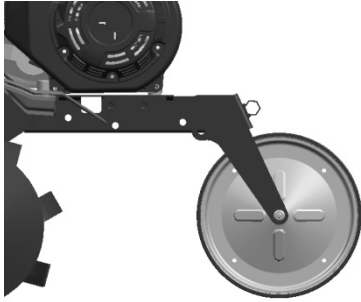

Figure 15
- 1) Réglez la roue auxiliaire de la motobineuse dans la position indiquée à la figure 15 lorsque vous vous déplacez sur route.